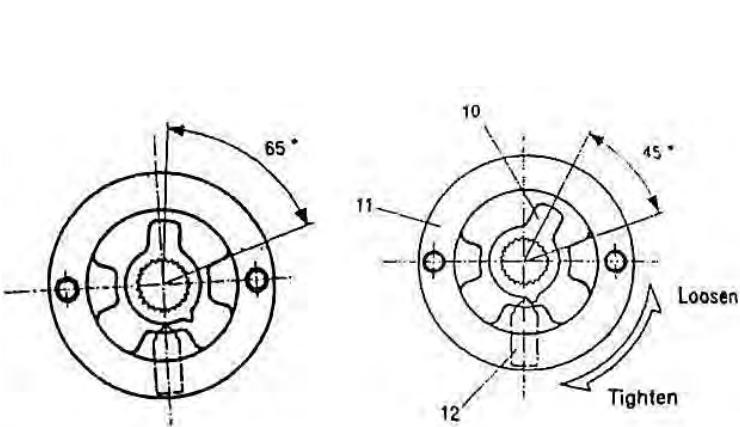

Рисунок 10.
- Зафиксируйте храповик так, чтобы установочное положение достигло 65 °, которое расположено в положении храпового стопора (№ 10), отрегулируйте нужный зазор между сферическим винтом и храповиком (№ 10), позволяющий ему скользить и не выпрыгивать. (см. рисунок 10).
- При повторной сборке лебедки внимательно следите за углом стопора храповика. После того, как храповик будет полностью затянут, установите стопор храповика на вал под углом 45 ° (см рисунок 10).